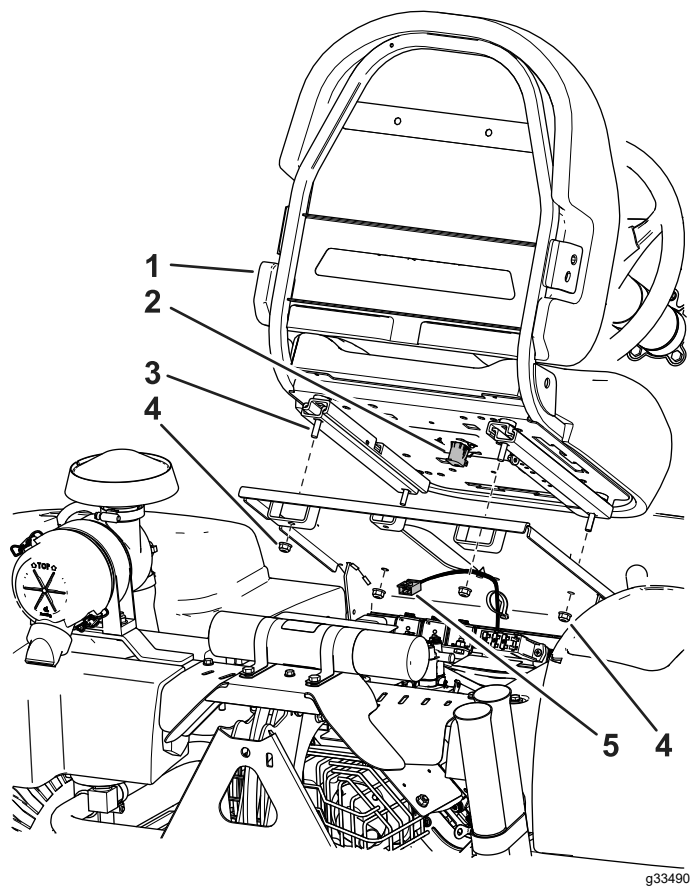

図 4
3. 前に取り外したナット4個を使ってシートをシートベースに固定する。図 4を参照した。
4. マシンのワイヤーハーネスを見つけて、シートスイッチに接続する 図 4。